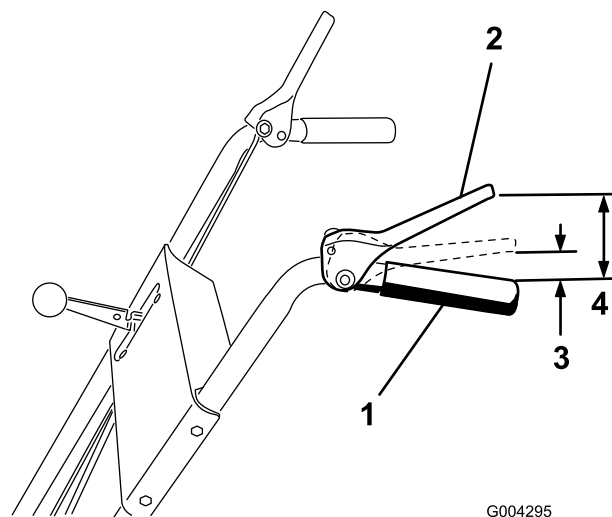

Figure 7
- Déplacez les deux écrous à embase en haut ou en bas sur la tige de commande de déplacement jusqu'à ce que le haut de la poignée soit à environ 11,4 cm du bas du levier de commande de déplacement comme illustré à la Figure 7.
Remarque: Le réglage est correct si les roues cessent de tourner en arrière quand un espace de 3 à 5 cm sépare le haut de la poignée et le bas de la manette de commande de déplacement, comme illustré à la Figure 7.